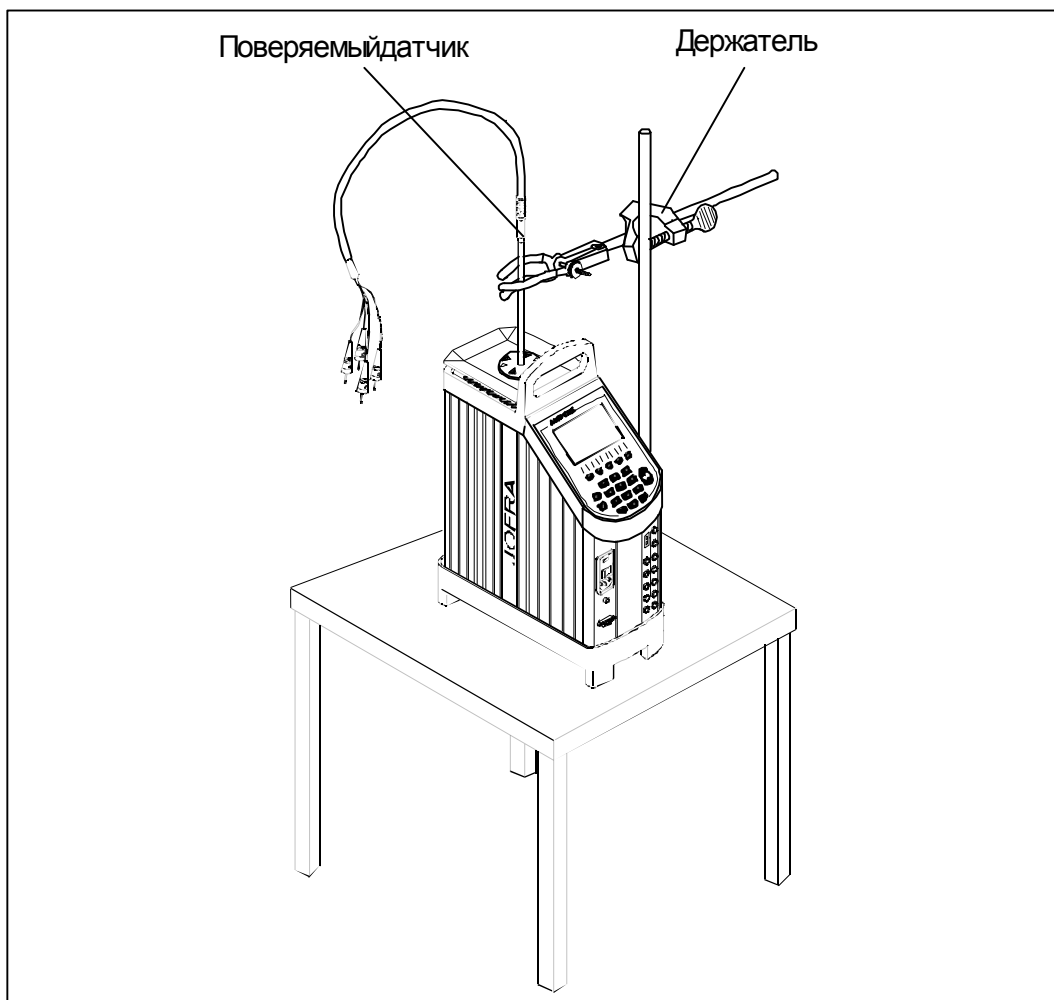

Рис. 5
- ⑨ Поместите датчик вертикально в термостат, используя опционный комплект держателя датчиков для правильного их расположения при поверке, см. рис. 5.